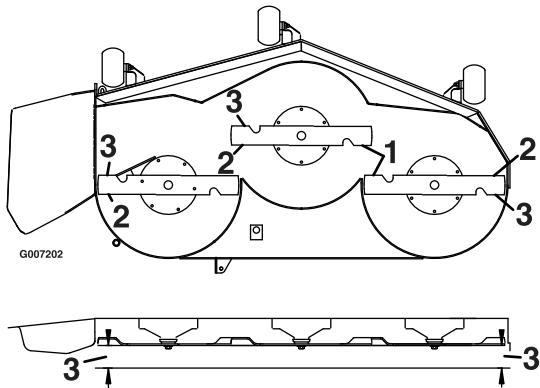

Figure 43
5. Mesurez la distance entre les tranchants extérieurs et le sol plat (Figure 43). Si les deux mesures diffèrent de plus de 5 mm (3/16"), un réglage s'impose. Poursuivez la procédure.
9. Tournez prudemment les lames pour qu'elles soient parallèles dans le sens transversal (Figure 43).